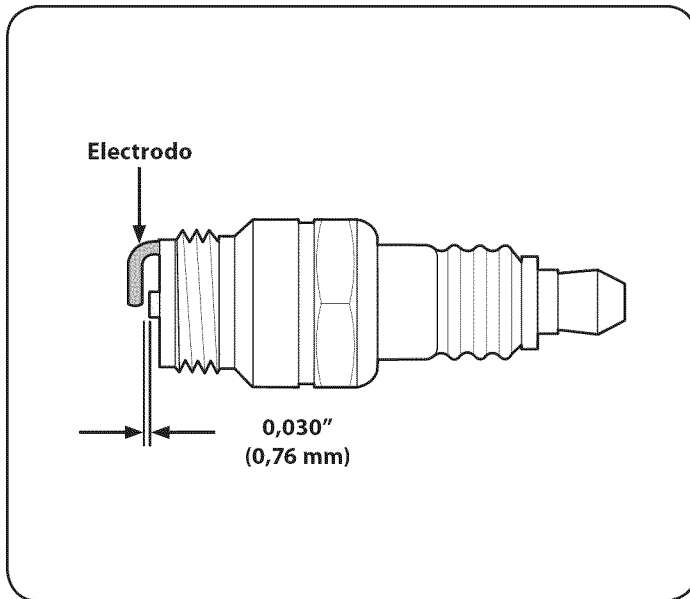

Figura 26
3. Mida la distancia con un calibrador. Corregir según sea necesario, doblando el electrodo lateral, Figura 26. La diferencia se debe establecer en 0.02 -.03 pulgadas (.60 a .80 mm).